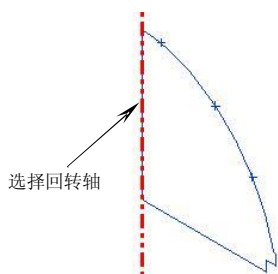
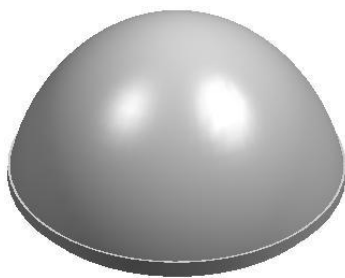

图4-38
图4-39
5. 选择前两步绘制的草图轮廓, 在【成形特征】工具条中单击【回转】按钮, 弹出【回转】对话框。在【结束】输入框中输入“360”, 单击 **MB2**, 然后选择图 4-38 所示的回转轴, 最后单击 **确定** 按钮创建特征, 结果如图 4-39 所示。